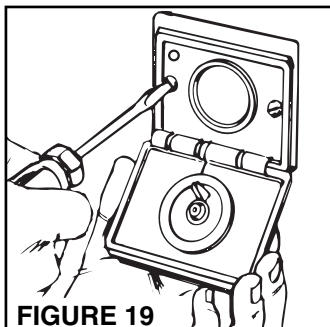

FIGURE 19
5. Voyez la figure 19. Placez la prise dans le support de montage et fixez-la.